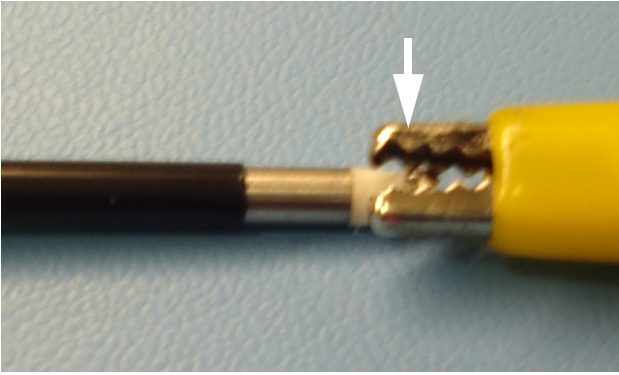

Figure 4
7. Branchez le fil d'essai de l'entrée active de l'analyseur électrochirurgical à la sortie active de la sonde SERFAS Energy (voir Figure 4).